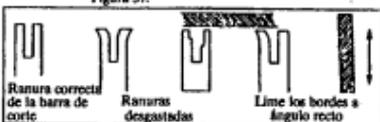

Figura 37
- La barra de corte está doblada o agrietada. Figura 37.
- Elimine las rebabas limando los lados de la barra de corte a ángulo recto con una lima plana. Figura 37.
- Si el riel superior está disparado, límelo con una lima plana para restablecer los bordes a ángulo recto. Figura 37.